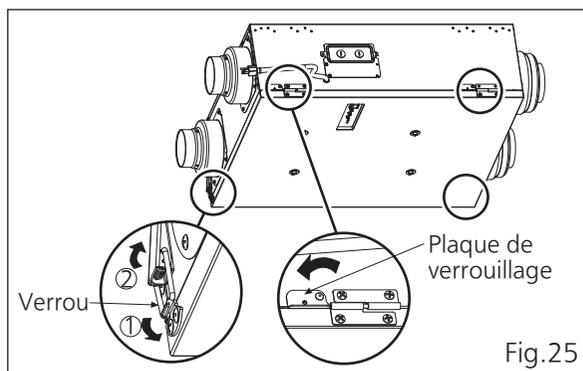

Fig.25
5. Réinstallez le couvercle, puis verrouillez les verrous et fermez la plaque de verrouillage. (Fig.25)